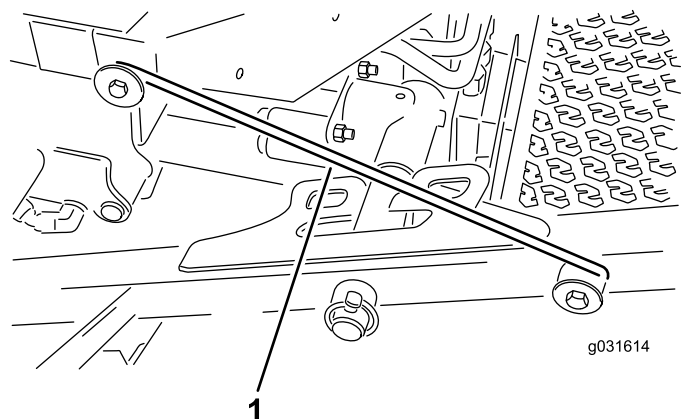

Figura 31
4. Liberate l'asta del dispositivo di sicurezza dal fermo del telaio portante anteriore (Figura 31).
5. Sollevate la parte esterna dei piatti di taglio anteriori e agganciate il dispositivo di sicurezza al perno del telaio presente sulla parte anteriore della piattaforma dell'operatore (Figura 31).